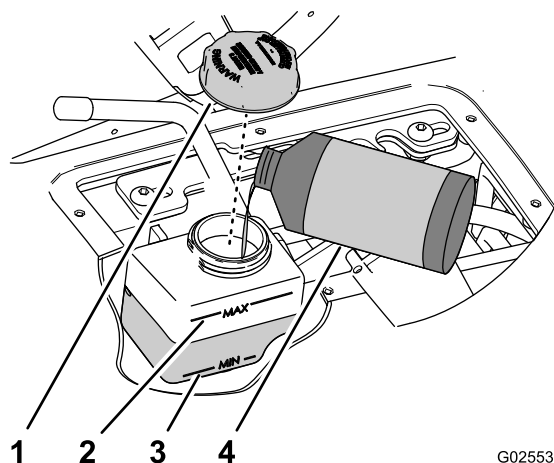

図 71
- 速度コントロールシリンダのオイル溜めの油量を点検する 図 71。
- タンクのキャップの周囲をきれいに拭く 図 71。
- タンクからキャップを取る 図 71。
- オイル溜めの側面についている Min マークと Max マークの間に油面がくるように、所定のオイルを補給する 図 71。
- キャップを取り付けて手締めする 図 71。